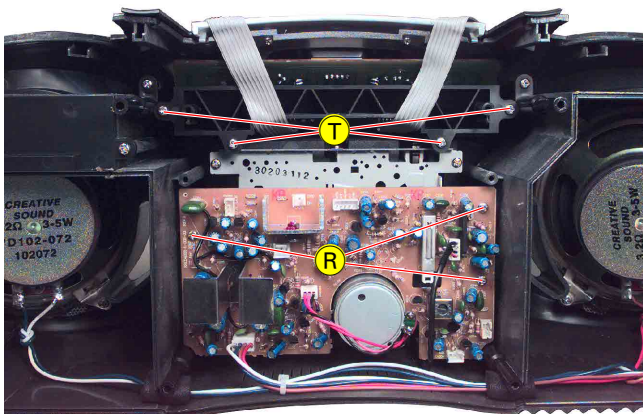

Fig. 12
- 3 Schrauben (R) (Fig. 12) herausschrauben.
- 4 Schrauben (T) (Fig. 12) herausschrauben.
- Undo 3 screws (R) (Fig. 12).
- Undo 4 screws (T) (Fig. 12).